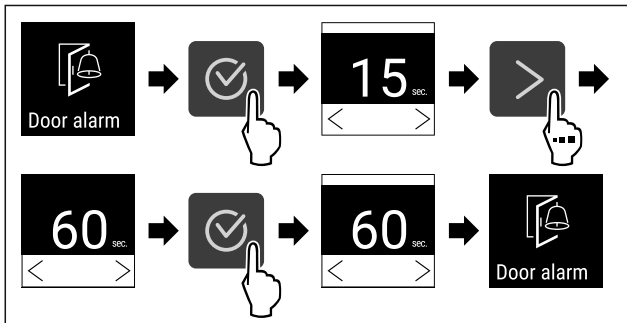

Fig. 96
▶ Изпълнете стъпките (виж Fig. 96) .